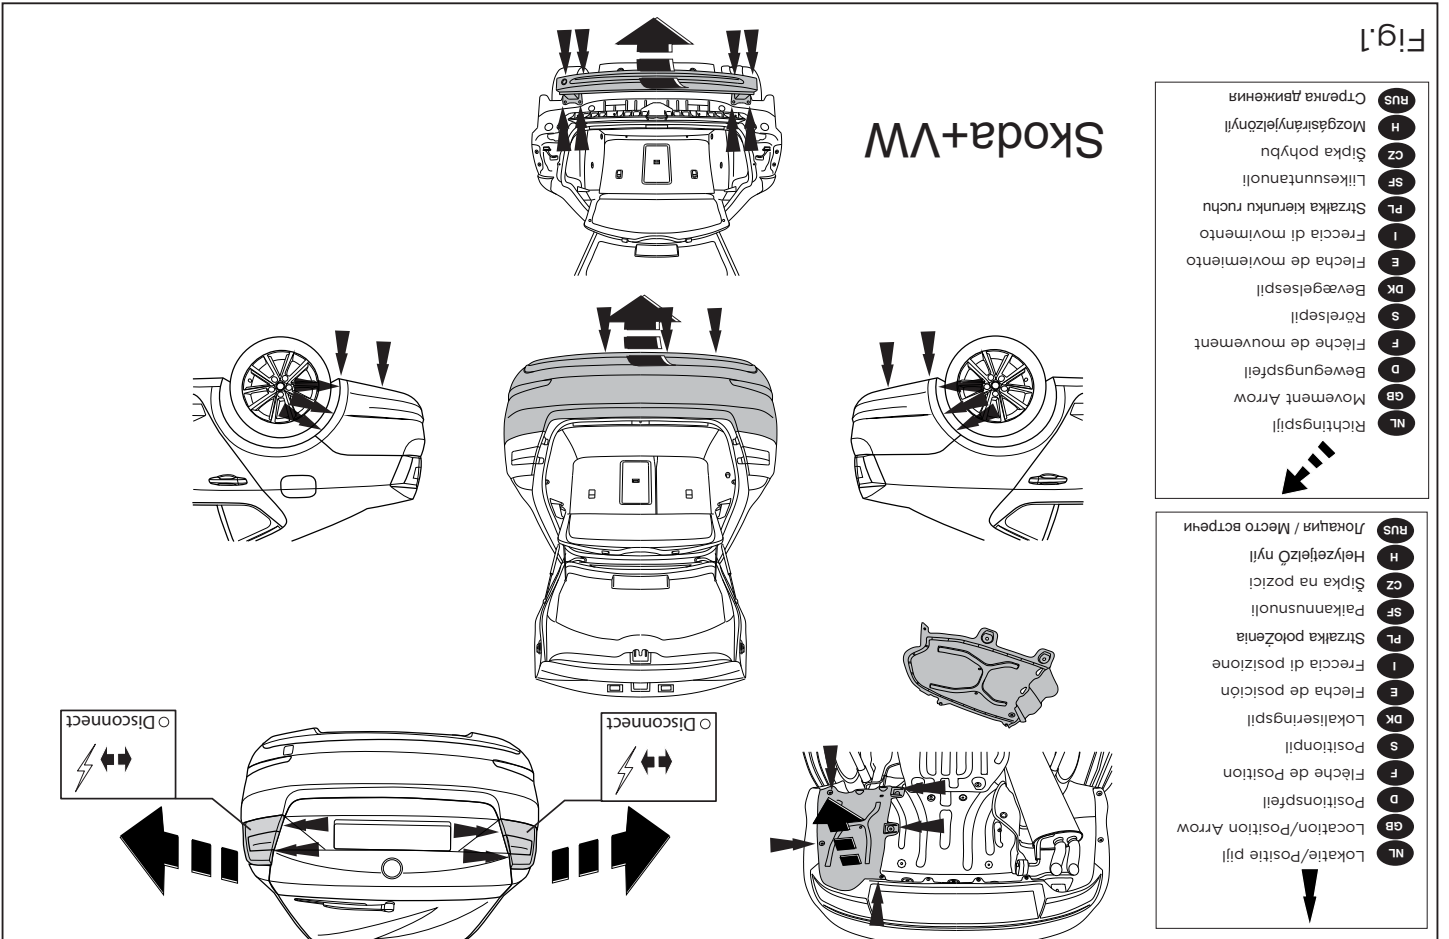

Fig.1
2. Remove the plastic protective cap. Remove the bumper and the steel buffer beam from the vehicle. The buffer beam will no longer be needed. Replace the bolts. See figure 1; ja.
2. Die Kunststoffschutzkap abmontieren. Die Stoßstange einschließlich des stählernen Stoßbalkens vom Fahrzeug abmontieren. Der Stoßbalken wird nicht mehr benötigt. Die Schrauben wieder anbringen. Siehe Abbildung 1; 1a.
2. Déposer la protection en plastique. Déposer le pare-chocs du véhicule y compris la traverse en acier ; la traverse ne sera plus utilisée. Remettre les boulons de fixations en place. Voir la figure 1; 1a.
- не понадобится. Поставить болты на место. См. рисунок 1; 1а.
- ikke længere anvendes. Sæt boltene på plads igen. Se fig. 1; 1a.